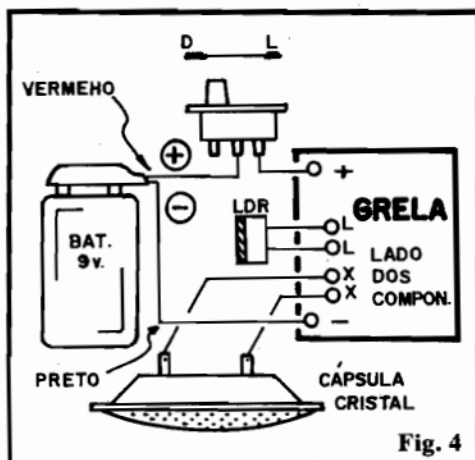

Fig. 4
O complemento visual das instruções de montagem está na fig. 4, com a placa ainda vista pelo lado dos componentes, porém ressaltando-se as conexões **externas**. Observar o LDR ligado às ilhas (L) (L), lembrando que, embora a figura mostre tal conexão de forma direta, na-da impede que o LDR seja ligado à placa por um par de fios de qualquer compri-mento, conforme exigir o tipo de insta-lação, "encaixamento" ou utilização que o Leitor pretenda dar ao GRELA. Ou-tro ponto **importante** é o que se refere